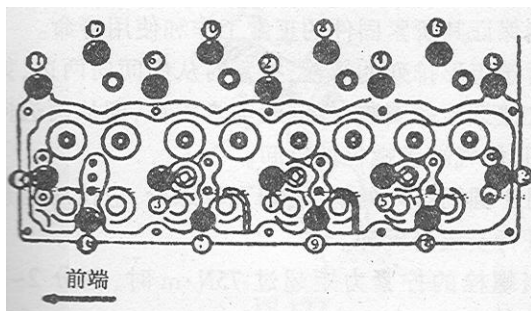

Рисунок 94
- Монтаж головки блока цилиндров проводится на холодном двигателе, порядок затяжки болтов показан на рис. 94.